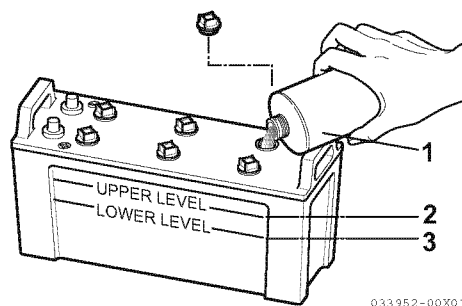

Figure 5
1. Rimuovere il tappo giallo del bocchettone di rifornimento dell'olio (**Figure 5 a pag. 28, (1)**). Rimuovere i tappi di scarico (quello di sinistra e quello di destra) nella parte inferiore della coppa dell'olio e scaricare l'olio del motore.
4. Se il livello è inferiore al minimo (**Figure 5**, 3), rabboccare con acqua distillata (**Figure 5**, 1) (reperibile sul mercato) fino al limite massimo (**Figure 5**, 2) della batteria.